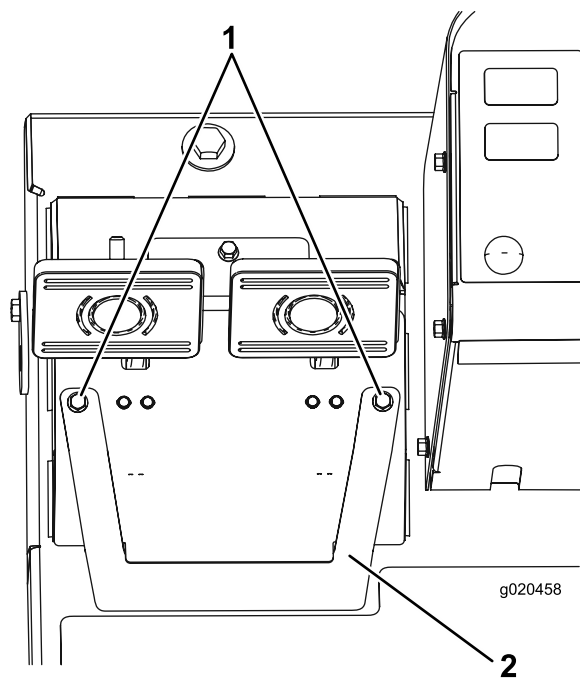

Figura 94
- A. Allentate le 2 viti di fissaggio e rimuovete il coperchio di regolazione dei freni (Figura 94).